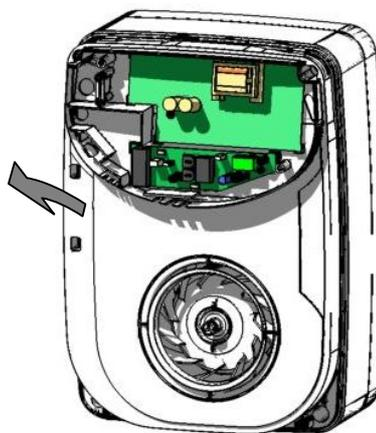

Fig.5
5) Sollevare dove indicato per attivare le cerniere (Fig.5) e aprire lo sportello (Fig.6).